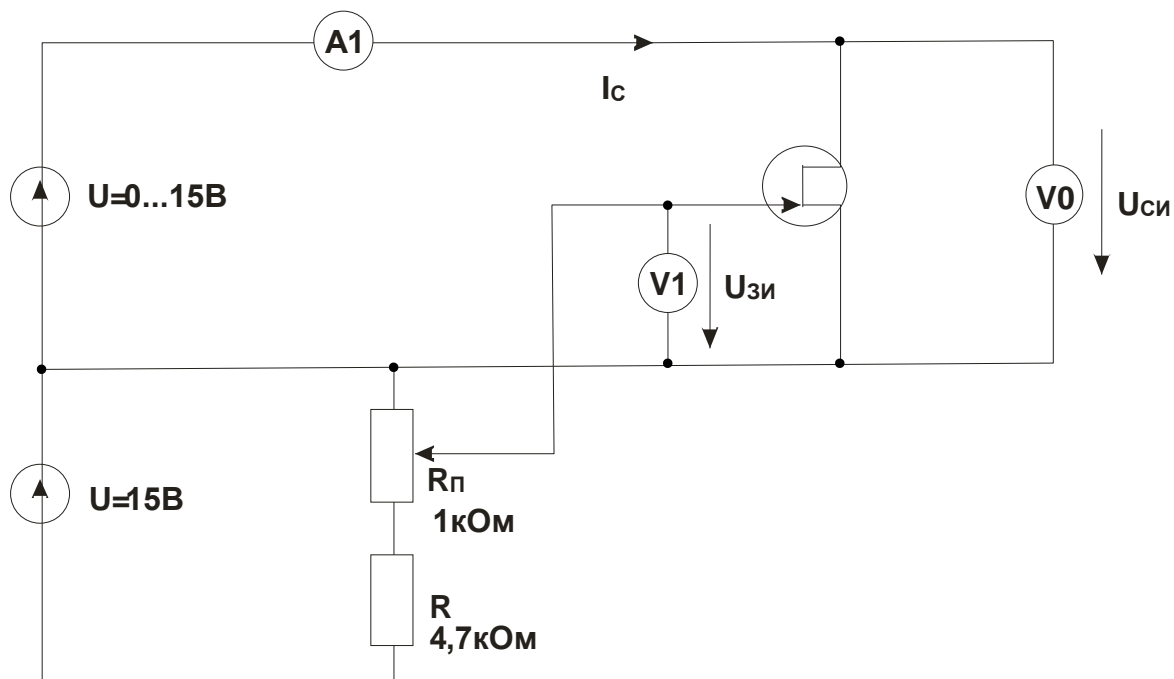

Рис.5.4.1
- Соберите цепь согласно схеме (рис.5.4.1).